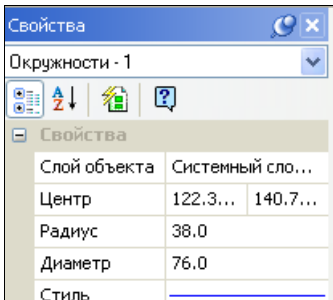

Рис. 8.13. Диалоговое окно **Свойства**
- ◆ нажмите кнопку **Свойства**. В левой части окна появится диалоговое окно **Свойства** (рис. 8.13). В верхней части окна отображается название выделенного объекта. Ниже расположена инструментальная панель управления, где нажата кнопка **Группировка**. Таблица свойств разделена на две колонки: названия свойств и значения свойств. Если нажать кнопку **Сортировка**, то свойства в таблице будут отсортированы по алфавиту. Если значения какого-либо свойства различны для нескольких объектов одного типа, то значение этого свойства не отображается в таблице.